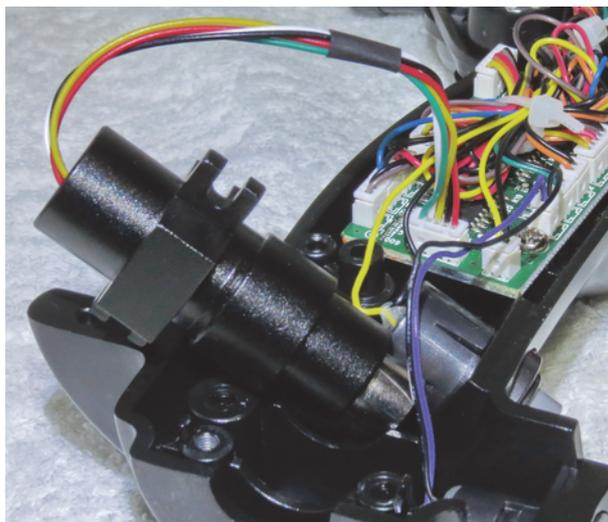

Рис. 2.4.
- Подключите разъем жгута переходника к этому же разъему (рис. 2.4).